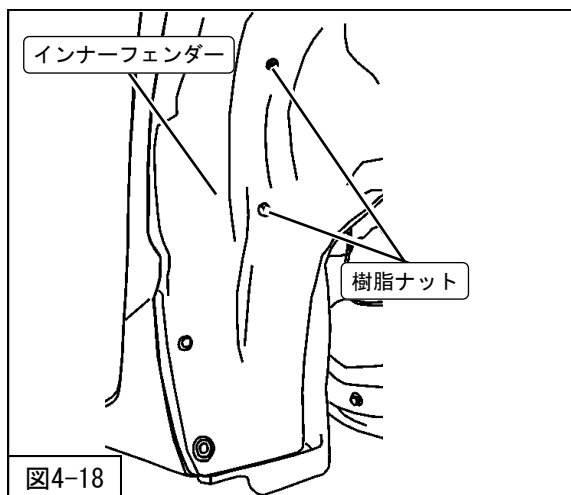
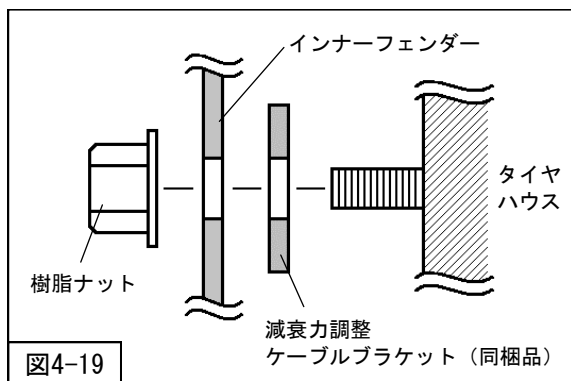

図4-18
図4-19
19. 減衰力調整ケーブルブラケット（同梱品）を共締めし、インナーフェンダーを取付けてください。（図4-18・図4-19）